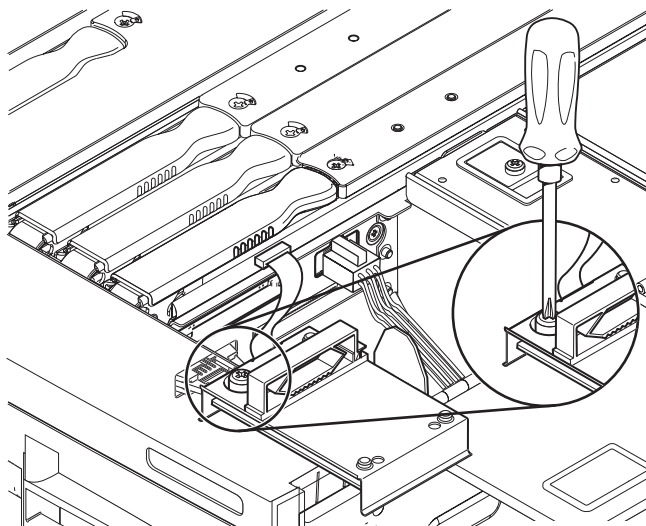

図 5-23 SCC リーダーの脱落防止機構付きねじの緩め方
10. SCC リーダーを固定している脱落防止機構付きねじを緩めます (図 5-23)。
9. 脱落防止機構付きねじを締めます (図 5-23)。